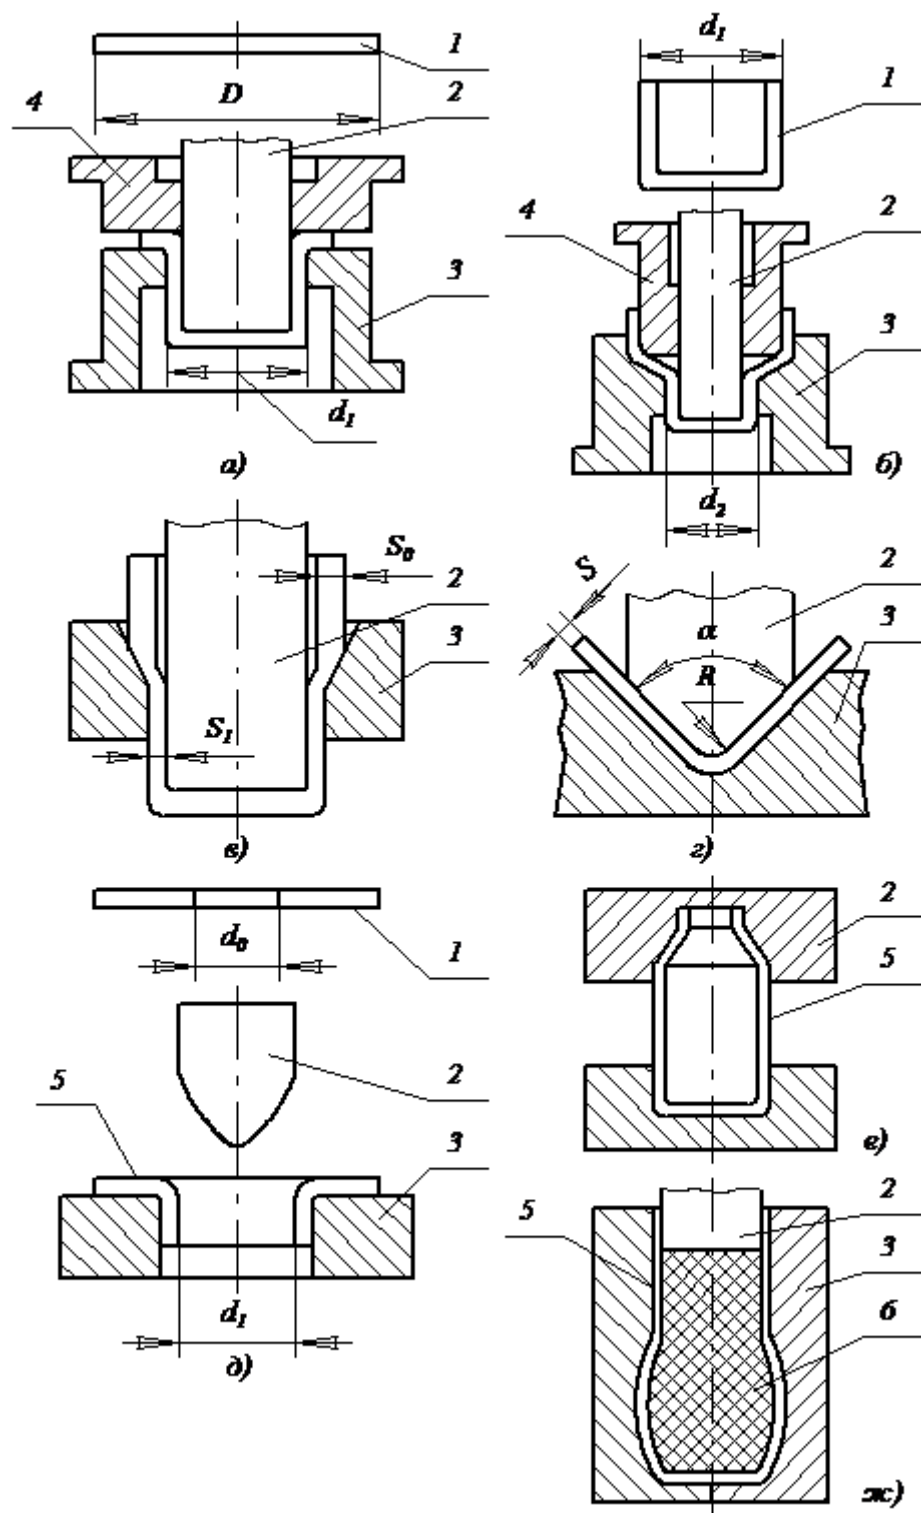

Рисунок 16 – Формозмінні операції листового штампування:
1.2 Формозмінні операції (рис. 16)
На рис. 16, а показана схема витягання чашечки діаметром d_1 з вихідної заготовки діаметром D . На рис. 16, б показана схема другого переходу для одержання чашечки діаметром d_2 .
Це досягається тим, що зазор між пуансоном і матрицею беруть меншим, ніж товщина стінки вихідної заготовки, а робочий отвір матриці у верхній частині виконують конічним (рис. 16, в). За рахунок стоншування бічних стінок з розміру S_0 до S_1 збільшується висота деталі. Зменшення товщини стінки, що допускається за один перехід, має дорівнювати 40..60%.
1.2.2 **Згинання** – операція, яка змінює напрям осі деталі. При згинанні формозміна обмежується мінімальним радіусом інструмента R в зоні згинання. Залежно від пластичних властивостей металу радіус R береться рівним $0,1 \dots 0,2$ товщини заготовки (рис. 16, г).
1.2.3 **Відборткування** – полягає в утворенні борта в заготовці з попередньо пробитим отвором. Розборткуванням можна одержати порожнисті заклепки, фланці, люки в днищах котлів та ін. (рис.16, д). Коефіцієнт розбортки K_p дорівнює відношенню діаметра отвору вихідної заготовки d_0 до діаметра борта d_1 . Допустиме без руйнування значення $K_p = 0,45 \dots 0,65$.
1.2.4 **Обтискання** – являє собою місцеве зменшення поперечного перерізу порожнистого виробу, одержаного витяганням (рис.16, е). Величина обтискання за один перехід становить 20 ... 30%.
Прикладом формування є одержання на виробах різного роду опуклостей, западин, орнаментів, ребер жорсткості і ін. Різновидом формування є випинання – формування зсередини, коли опуклості одержують за рахунок тиску зсередини гуми або рідини. На рис. 16, ж показане випинання попередньо витягнутого виробу за допомогою гумового вкладня 6, на який тисне зверху пуансон. Штмп для випинання має роз'ємну матрицю, що дає можливість вийняти з нього готову деталь.